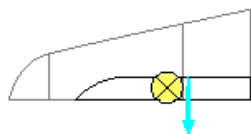

图 6.3.5 切削方向
Step6. 在操控板中选取两侧深度类型均为 (穿过所有); 切削方向如图 6.3.5 所示。